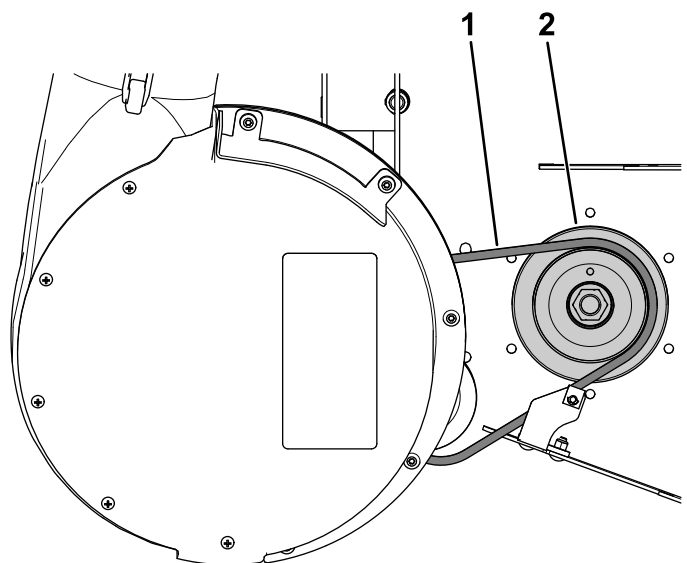

Figura 47
1. Tirate indietro la puleggia del tendicinghia caricata a molla e disponete la cinghia del soffiatore attorno alla puleggia motrice (Figura 47).